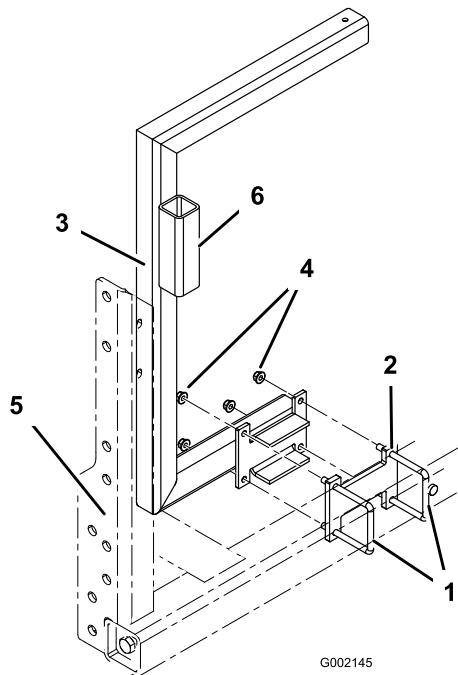

Figura 3
2. Installate il supporto destro dell'avvolgitubo (supporto con il tubo della fondina della pistola a spruzzo) al telaio del veicolo nel punto in cui sono stati precedentemente installati i 2 bulloni a U e la staffa distanziale (Figura 3). Fissate i telai con 4 dadi flangiati (3/8 pollice). Il supporto deve avvolgersi sull'estremità posteriore del serbatoio.